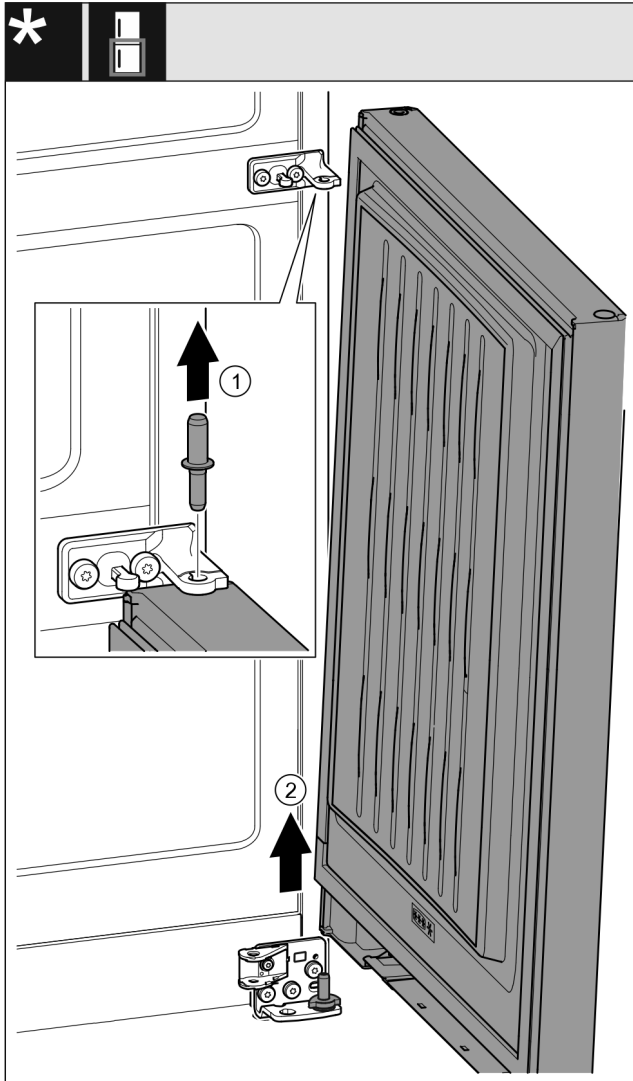

Fig. 22 Me amortizator të mbylljes*
- Nxirrni bulonat Fig. 22 (1) duke i ngritur lart.*
- Anoni paksa derën Fig. 22 (2) për ta ngritur, tërhiqeni lart dhe lëreni mënjane.*